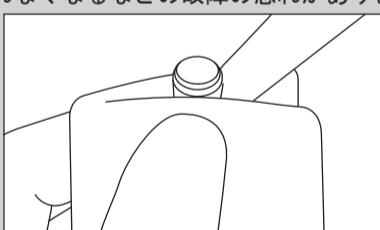
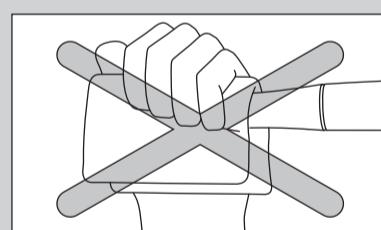

図8
図9
- ハンドピース内の余分なオイルを排出するために空運転する場合は、バーを取り外したまま15秒ほど空運転してください。その際、オイル飛散を防ぐため、ヘッドに布等をあてがう場合は、図8のようにあてがい、プッシュボタンを押さないように注意してください(図9)。バーが取り付けられなくなるなどの故障の恐れがあります。